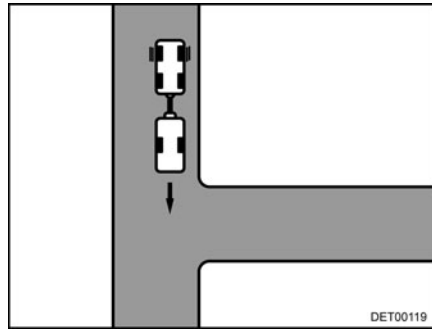

Fig. 11 Recorrido
- Acercarse a la entrada hasta que la parte trasera de la caravana esté a su altura (Fig. 11).